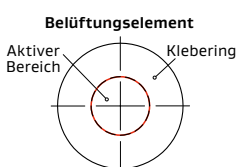

Abbildung 1: Aktiver Bereich eines Belüftungselements
- Vermeiden Sie den direkten Kontakt mit dem aktiven Bereich der Belüftungselemente (Abbildung 1) oder dem selbstklebenden Ring.